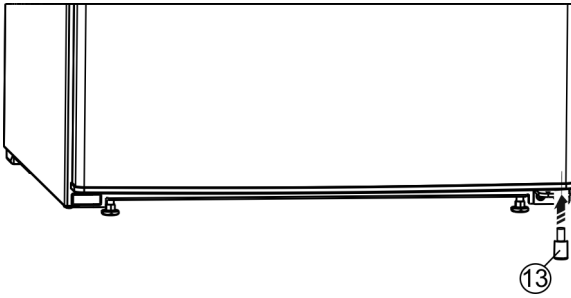

Fig. 10
- Das Distanzteil Fig. 10 (13) wieder rechts unten in die Tür einsetzen, weil es wichtig für die Standfestigkeit des Geräts ist.